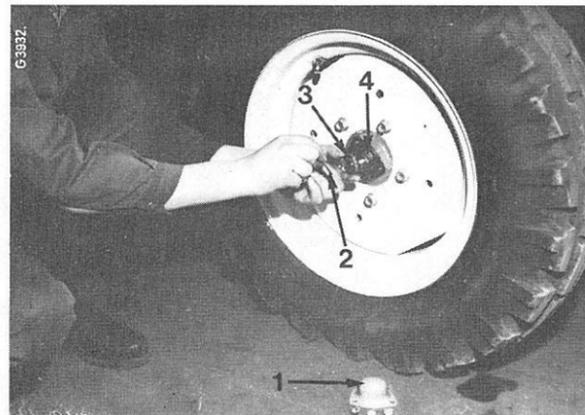

Fig. 89
Si nécessaire, enlevez les chapeaux de moyeux (1), Fig. 89 et les chapeaux de blocage (3), puis resserrez l'écrou de réglage des roulements jusqu'à disparition complète du jeu. Faites tourner la roue lors du resserrement jusqu'à ce qu'elle commence à résister légèrement.